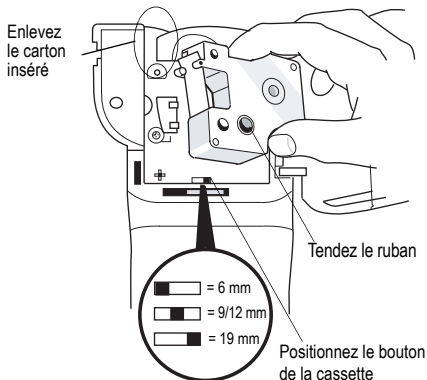

Figure 4
⚠ Lors de la première utilisation de l'imprimante, enlevez le carton de protection qui se trouve entre la tête d'impression et le galet presseur. Voir Figure 4.
2. Positionnez le bouton de la cassette selon la taille de la cassette de ruban que vous insérez. Voir Figure 4.